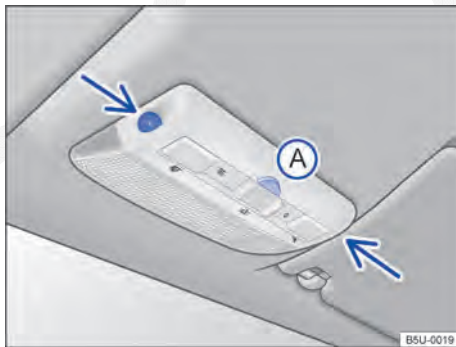

Fig. 23 No console do teto: sensores de monitoramento do interior do veículo e tecla **A** para desligar o monitoramento do interior do veículo.
O monitoramento do interior do veículo dispara o alarme com o veículo travado, se reconhecer movimentos no interior do veículo. O sensor e o receptor estão localizados no conjunto da lanterna de leitura → Fig. 23 (setas).
- Pressionar a tecla → Fig. 23 **A**. No painel de instrumentos a luz de controle → Fig. 18 se acende.